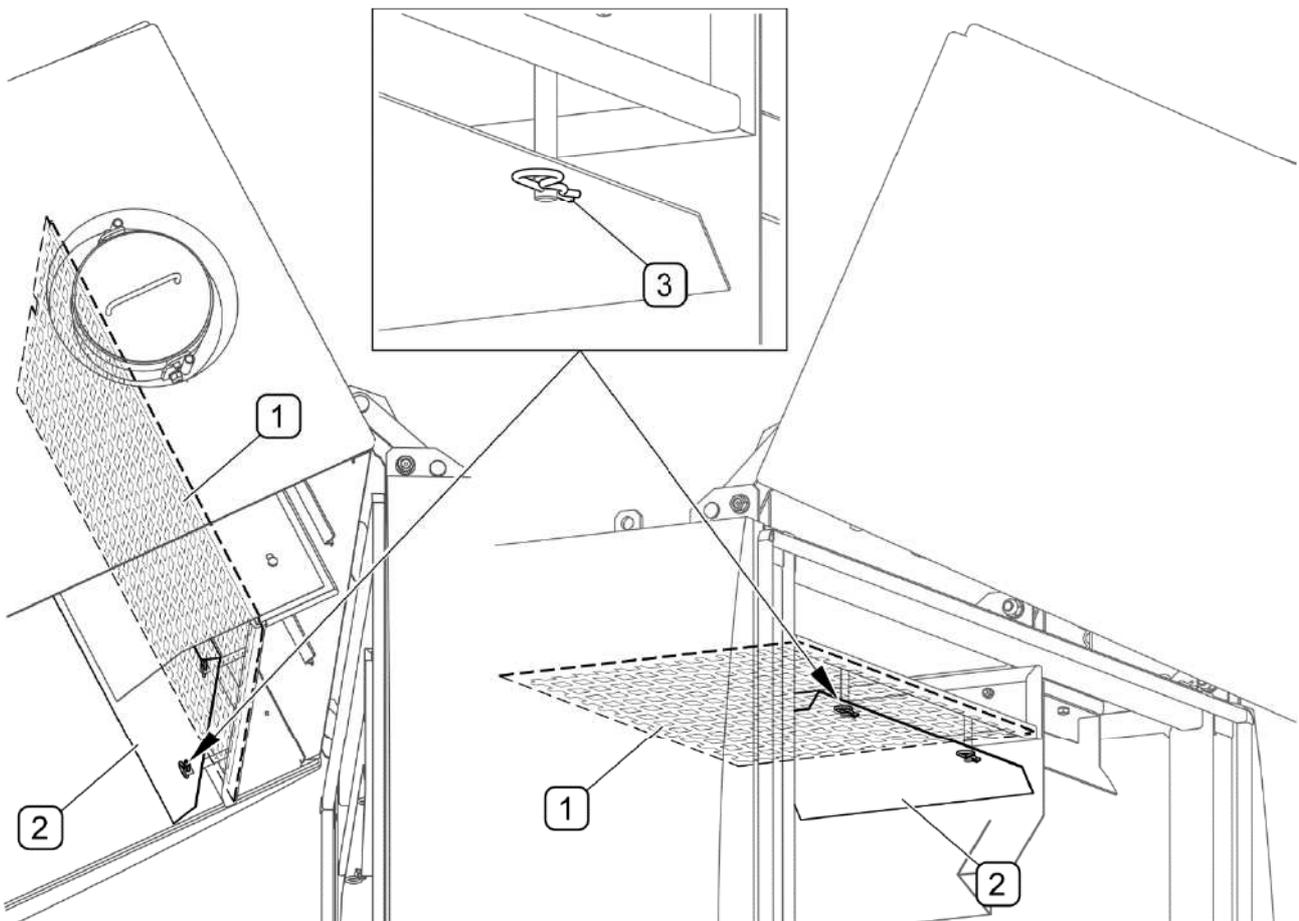

FIGURE 5.32 Les grilles dans le réservoir des impuretés
Il convient de contrôler périodiquement la propreté des grilles dans le réservoir aux impuretés (FIGURE 5.32). L'accès aux grilles est possible après l'ouverture du réservoir aux impuretés.
Le réservoir en position ouverte doit être sécurisé par les supports (FIGURE 5.3). Afin de faciliter l'accès aux grilles (FIGURE 5.32) il est conseillé d'enlever les capots (2) après avoir enlevé au préalable les goupilles de sécurisation (3). Les grilles doivent être nettoyées avec un jet d'eau sous pression. A la fin du nettoyage, remettre les capots (2) et bloquer avec les goupilles (3). Il convient de payer attention à ce que les capots soit placés par la cambrure dirigé ver le bas. Il est conseille de nettoyer les joints d'étanchéité du réservoir après chaque vidange des impuretés. Avant de fermer le réservoir, enlevez les supports mis en place auparavant (FIGURE 5.3).